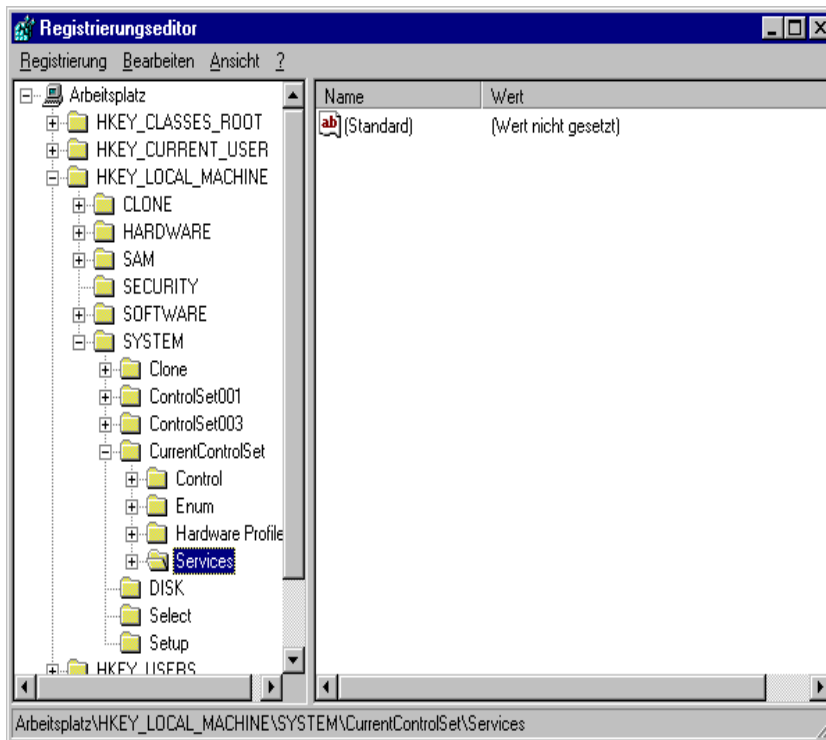

Bild 47: Windows NT Registrierungs-Editor
- Als nächstes wird der Treiber in die *Registry-Table* eingetragen: Benutzen Sie dazu das Programm REGEDIT im WINDOWSNT - Verzeichnis. Durchlaufen Sie den Registrierungsschlüsselbaum bis zu der Eintragsgruppe *Services* (siehe Bild 47).